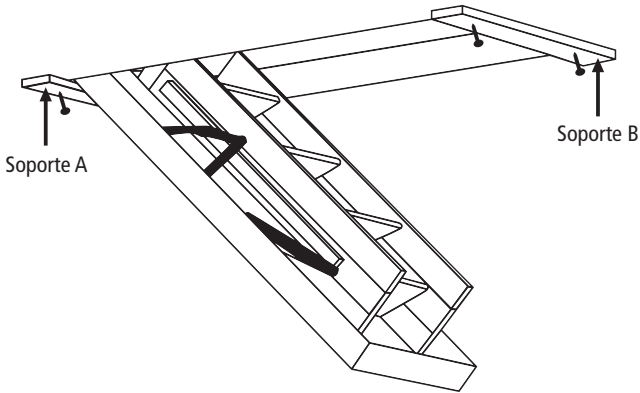

FIGURA 6
E. La persona que este abajo, tendrá que levantar la escalera de ático hacia la abertura del techo y deberá ser asistido por la persona en el ático, asegurando la escalera sobre los soportes temporales (Figura 6)